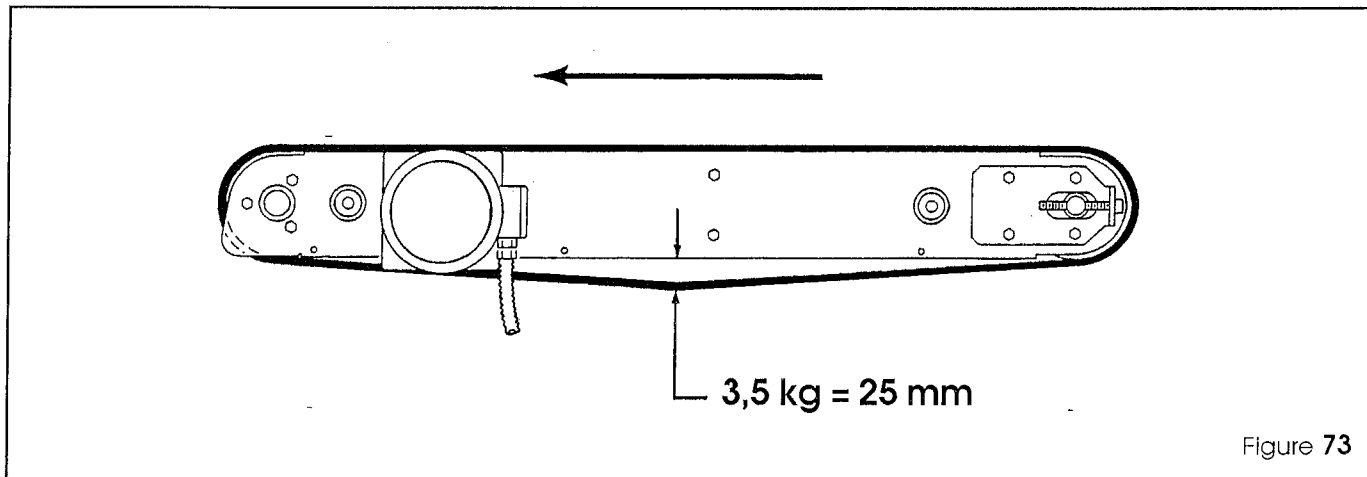

Figure 73
- 7 - Pour effectuer le réglage de la tension de la chaîne; tourner les vis de réglage **G** situées sur l'unité supérieure et inférieure. Tourner les vis dans le sens des aiguilles d'une montre pour augmenter la tension et dans les sens contraire aux aiguilles d'une montre pour diminuer la tension (Figure 72). A l'aide d'une force de traction de 3,5 kg, tirer la courroie vers l'avant d'environ 25 mm en milieu de travée comme indiqué. (voir Figure 73)
- 7 - Regel de spanning van de aandrijfriem, door de spanschroeven **G** op de spangroepen aan de onder- en bovenkant van de transportband gelijkmatig aan te draaien. In de richting van de wijzers van de klok draaien, om de spanning te verhogen, of in de tegenovergestelde richting om de spanning te verminderen (zie Figure 72). Met behulp van een krachtmeter wordt de transportband op het midden van de spanwijdte ongeveer 25mm naar buiten getrokken, met een gematigde trekkracht van 3,5 kg; zie Figure 73).